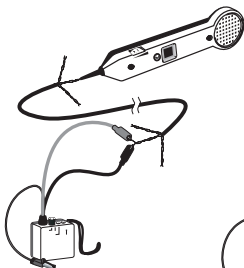

Figura 2a.
- a. Per l'identificazione di coppie, collegare ai due fili della coppia. Vedere la Figura 2a.